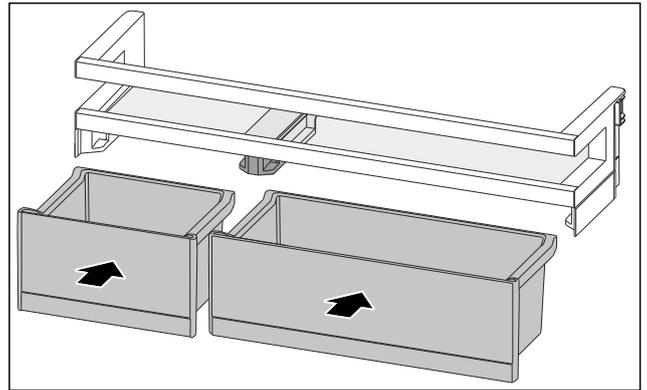

Fig. 83
- ▶ Inserire i VarioBox in posizione scambiata. (vedere Fig. 83)